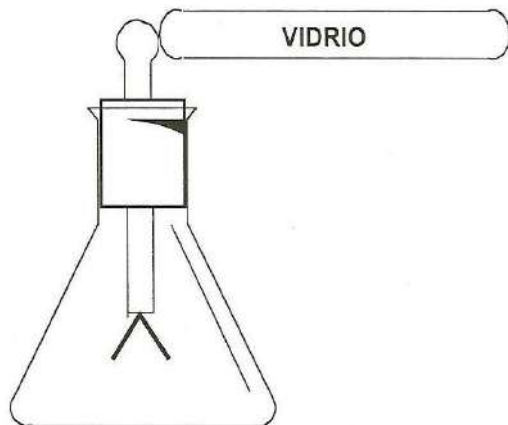

Figura 2.9 Electroscopio de láminas, carga por contacto
- Frote la piel de conejo con la barra de vidrio y póngala en contacto con el electroscopio de láminas como se muestra en la figura 2.9.